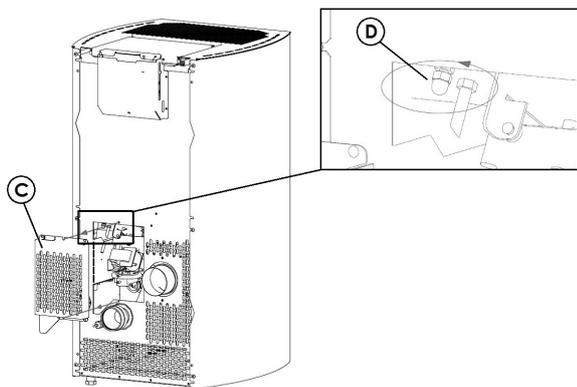

Fig. 40 - Retrait du carter
- Retirer le carter d'inspection « C » placé sur le dos de l'appareil (voir **Fig. 40**).